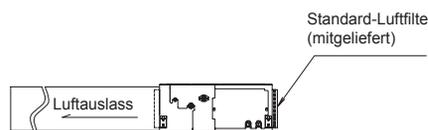
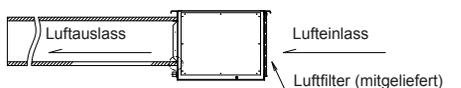

Abb. 1
Abb. 3
- Wenn keine Saugleitung installiert wird (Abb. 1 und Abb. 3), Standard-Luftfilter aufbewahren.